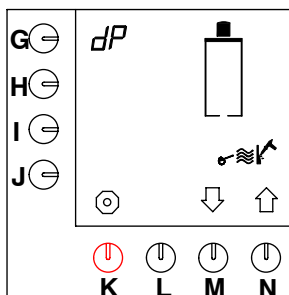

Fig. 18 Inicio del programa de descalcificación del sistema de preparación de café
- El programa de descalcificación aparece en el display, vea fig. 18.
- Mantenga pulsada la tecla de programación (G.) hasta que fig. 18 reaparezca en el display.